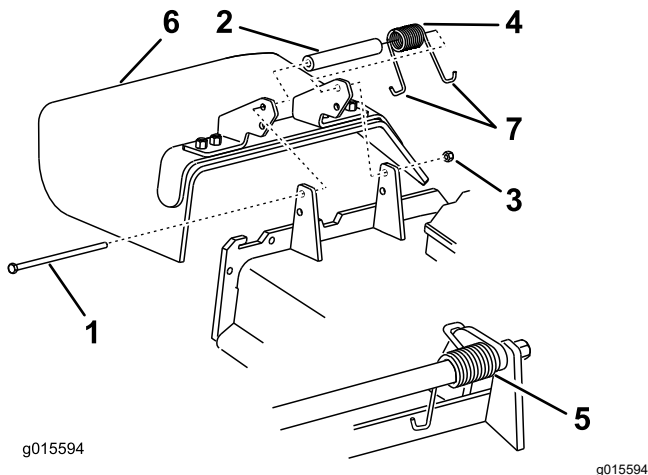

Figure 103
1. Retirez le contre-écrou, le boulon, le ressort et l'entretoise qui fixent le déflecteur aux supports de pivot (Figure 103).
Remarque: Prenez soin de placer 1 extrémité en J du ressort derrière le bord du tablier avant de mettre le boulon en place, comme montré à la Figure 103.
6. Accrochez l'extrémité en J du ressort au déflecteur d'herbe (Figure 103).